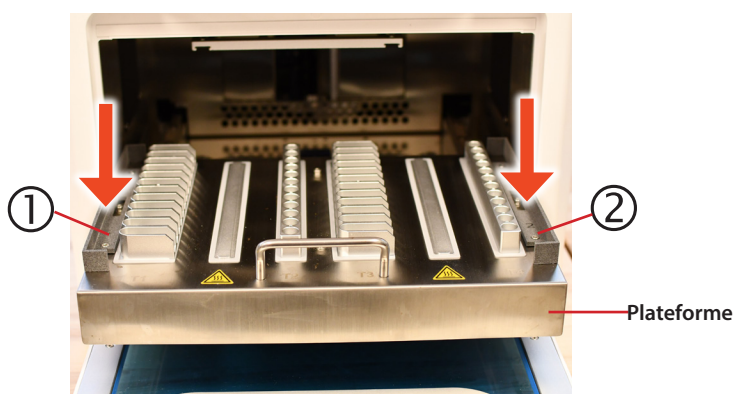

Figure 3
Faire glisser la plateforme vers l'extérieur et placer les supports de plateau comme illustré à la Figure 3. Placer le support numéroté ① sur le côté gauche et le support numéroté ② sur le côté droit de la plateforme.